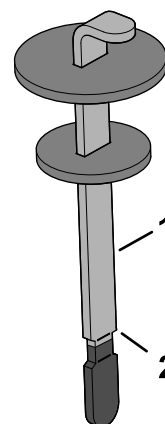

図 180
4. 補給口の首からディップスティックを抜き、ウェスできれいに拭う。もう一度首に差し込んで引き抜き、オイルの量を点検する。ディップスティックのマークまであれば適正である 図 180。